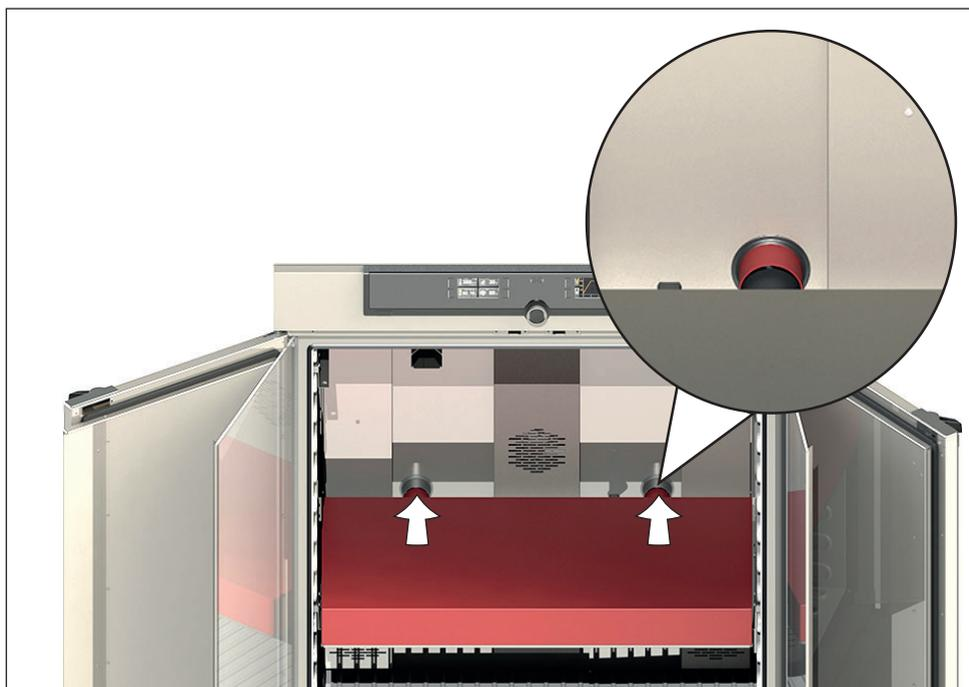

Fig. 36 Voltar a usar o cartucho de luz
9. Coloque o cartucho de luz novamente no aparelho. Insira também as duas peças de refrigeração da lâmpada nas entradas na parte traseira do aparelho até que elas se encaixem (Fig. 36).